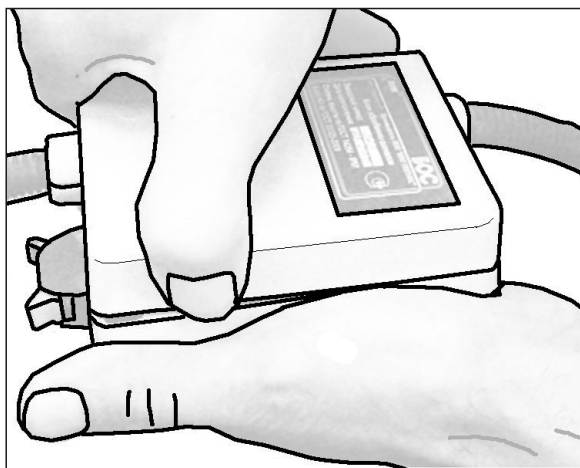

Рис. 8.1.
- Возьмите БОС в левую руку (см. рис. 8.1), правую руку положите на крышку БОС, сильно надавите большим пальцем правой руки на верхнюю крышку БОС и снимите ее.